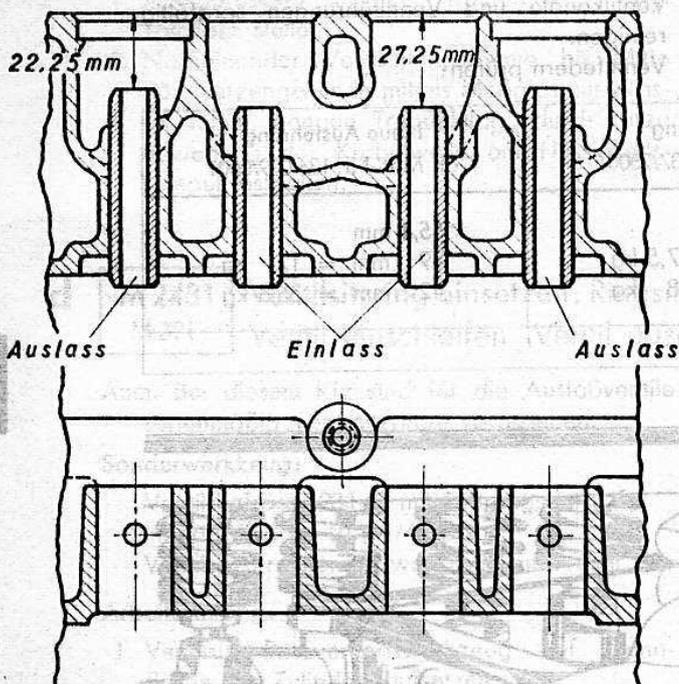

Bild 29
- 2. Neue Ventilführung von oben einschlagen, Maß von Zylindertrennfläche bis Oberkante Ventilführung für Auslaß = 22 mm, für Einlaß = 27 mm (Bild 29 und 30).